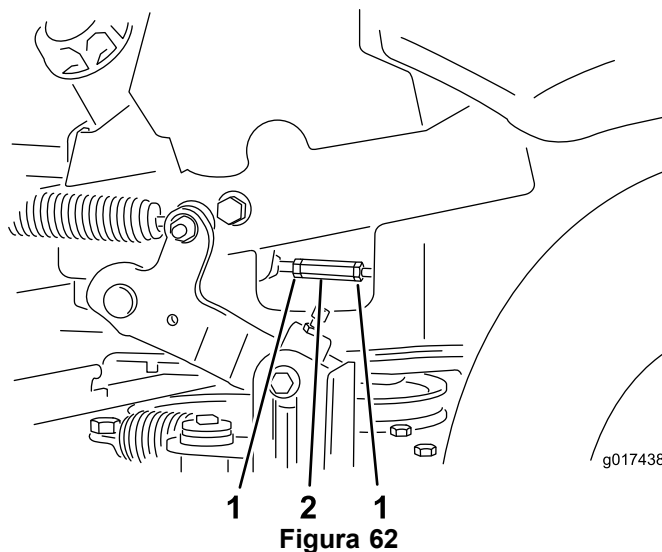

Figura 62
7. Portate le leve di controllo del movimento in posizione di folle. Regolate le aste di controllo della pompa allentando i due controdadi e ruotando il dado di regolazione nella direzione opportuna, finché le ruote girano leggermente indietro (Figura 62). Spostate le leve di controllo del movimento in posizione di retromarcia e applicate una leggera pressione alla leva per consentire alle molle dell'indicatore di retromarcia di riportare le leve in folle. Le ruote non devono più girare o spostarsi leggermente indietro.
8. Serrate i due controdadi contro il dado di regolazione (Figura 62).